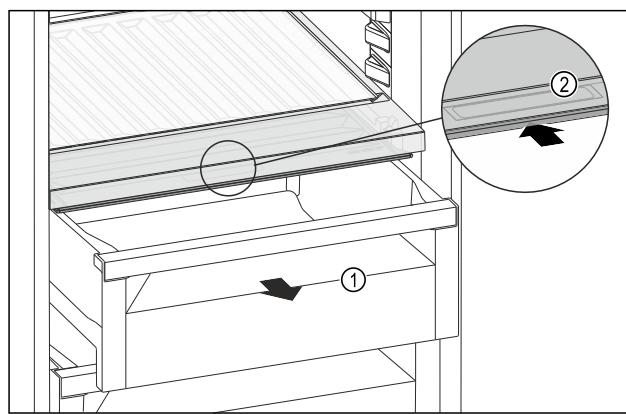

Fig. 157
- Schubfach Fig. 157 (1) herausziehen.
- Griffmulde Fig. 157 (2) am Fachdeckel anfassen und Fachdeckel gleichzeitig nach hinten schieben.